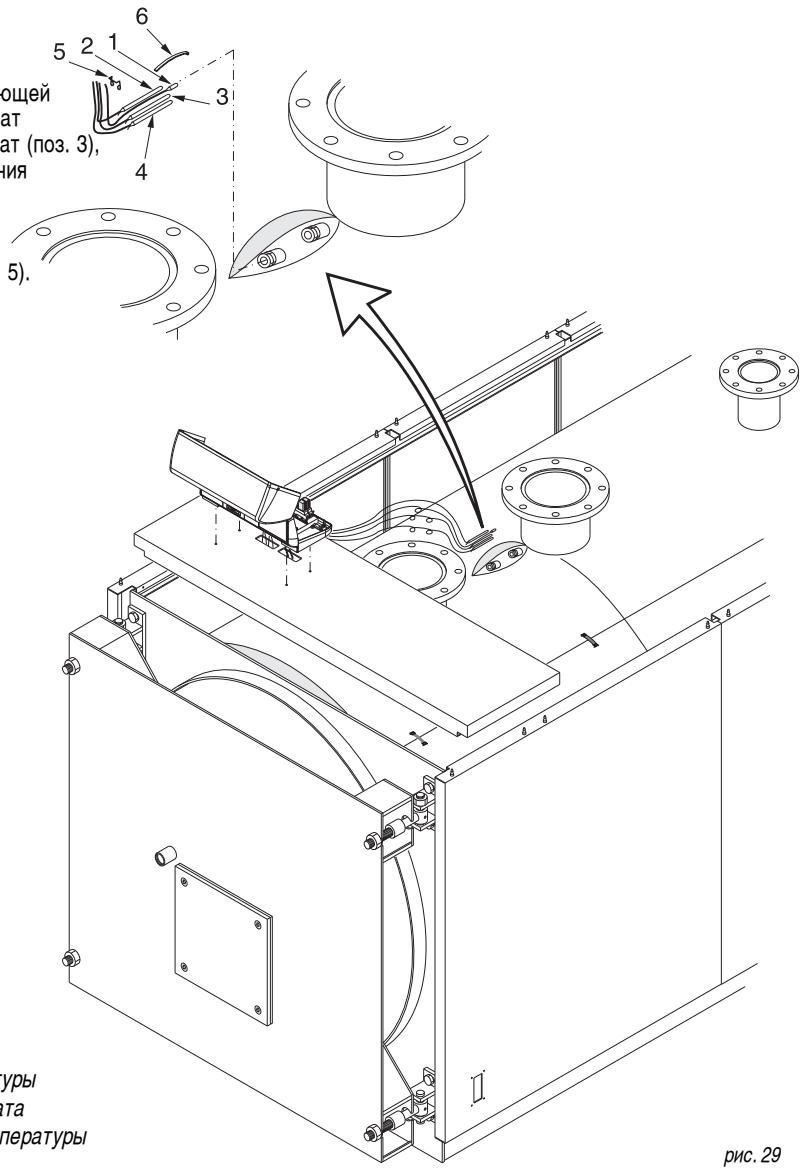

рис. 29
F) Вставьте датчики приборов в манжеты, как показано на рис. 29 и подключите пульт управления к электропитанию, к горелке, насосам, и т.д. Закройте крышку панели управления.
- F) Вставьте датчики приборов в манжеты, как показано на рис. 29 и подключите пульт управления к электропитанию, к горелке, насосам, и т.д. Закройте крышку панели управления. Проведите кабель горелки через зажимную панель проводов (поз. 5) со стороны его выхода и зафиксируйте кабель при помощи прилагаемого хомута. Зафиксируйте маленькие панели (поз. 5) на боковых панелях обшивки.
- E) Вставьте датчики приборов в манжеты, как показано на рис. 29 и подключите панель управления к электропитанию, к горелке, насосам, и т.д. Закройте крышку панели управления.
Произведите установку датчиков в погружную гильзу, расположенную в верхней части котла (см. рис. 29) в следующей последовательности: датчик температуры (поз. 1), термостат рабочей температуры (поз. 2), предохранительный термостат (поз. 3), термостат минимальной температуры (поз. 4). Для улучшения контакта с котлом, рекомендуется опустить датчики на самое дно погружной гильзы.